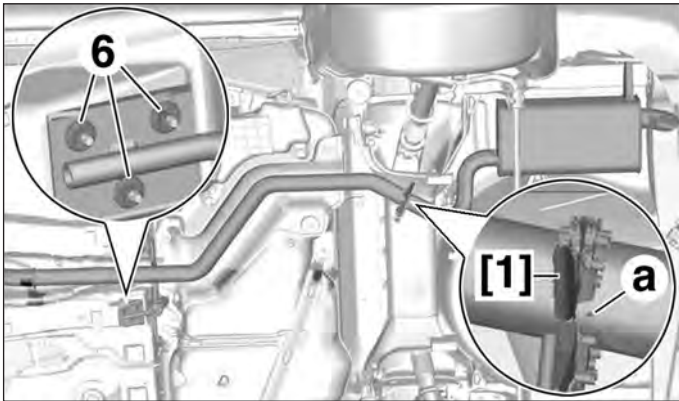

FIG.96
- la sonde de température des gaz d'échappement (3),
- le collier (4),
- les vis (5),
- les écrous (6) du support intermédiaire (Fig.96).